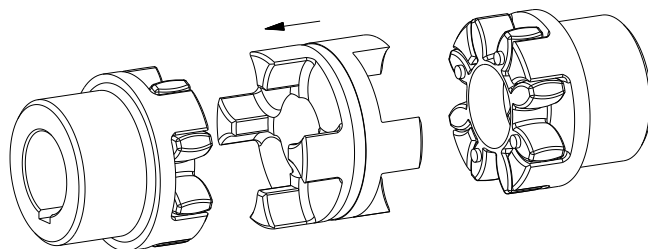

Bild 15: montering av DKM-mittstycke
- Sätt i DKM-mittstycket i kuggkransen i navet på driv- eller kraftuttagssidan (se bild 15).